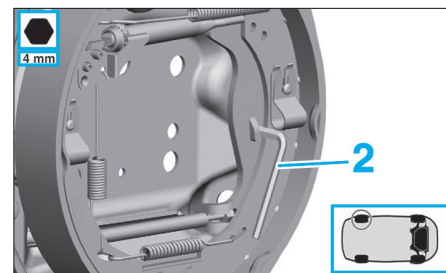

Fig. 18
• Sur la roue arrière gauche, placer une clé Allen (2) de 4 mm (Fig.18).